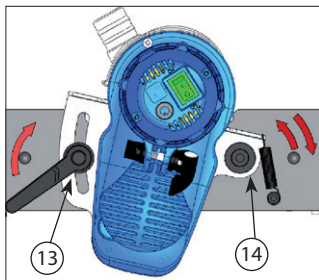

Abb. 11
- Stellen Sie die Schneiderhöhe so ein, dass das Werkzeuglager vom Werkstück getragen wird. Den einstellbaren Hebel (13, Abb. 11) festziehen und den Messerhalter prüfen, der sich an Punkt (14, Abb. 11) auf und ab bewegen sollte.